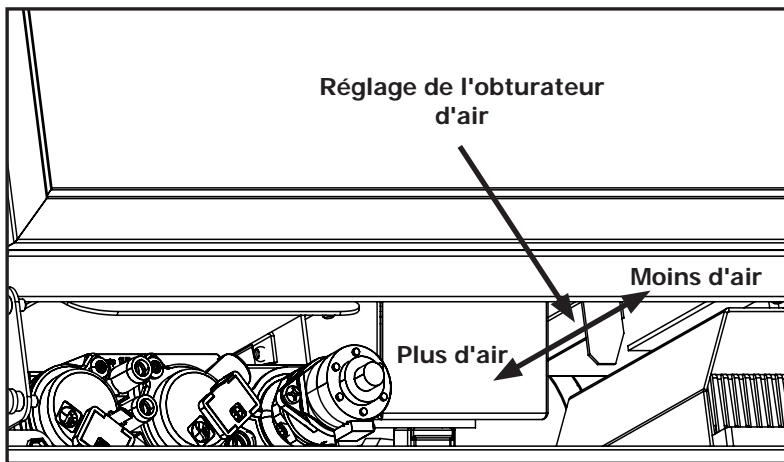

Figure 4: Levier d'obturation d'air
Le levier de réglage de l'obturateur d'air se trouve sur le côté droit du boîtier Venturi (voir Figure 4).
Installez les quatre (4) piles AA fournies dans le support de piles IFC (voir la section Batterie de secours). Installez les trois (3) piles AAA fournies à l'arrière de la télécommande. Appuyez sur le bouton de réinitialisation de l'IFC (voir la figure 4) et écoutez trois (3) bips. Appuyez sur la touche ON de la télécommande et écoutez une autre séquence de bips. Une fois la commande acceptée, le système est initialisé et prêt à être utilisé.